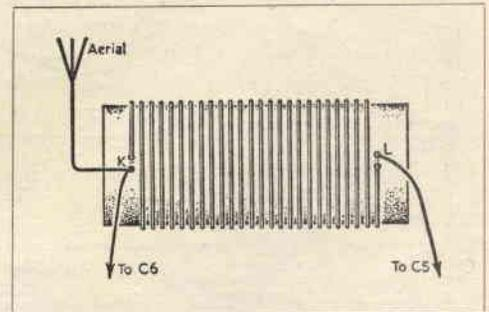

Fig. 6 - Bobina d'antenna. To C6 = a C6; To C5 = a C5.
Il condensatore C3 fra i contatti del jack impedisce i « clic » del tasto ed è indispensabile nel complesso da noi montato. La bobina di antenna (L) è costituita nell'originale da 25 spire di filo di rame smaltato da avvolgere su un supporto di 38 mm. Le spire sono spaziate quanto il diametro del filo che è di mm 0,8 come in Fig. 6.